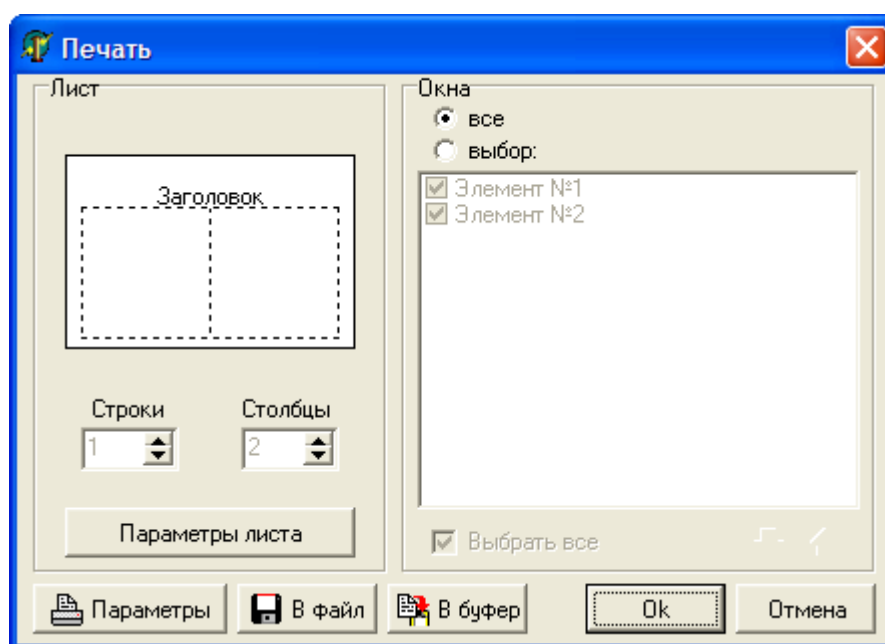

Рис. 22. Окно «Печать».
- кнопка «Печать» выводит окно «Печать» (см. рис. 22). В данном окне производятся настройки печати того сигнала, на панели управления которого была нажата кнопка «Печать». Окно «Печать» состоит из двух меню: «Параметры листа», «Окна» и четырех кнопок «Параметры», «Сохранить в файл», «Печать», «Отмена».
Меню **«Параметры листа»** отвечает за общий вид распечатанного листа, который предварительно отображается в данном меню (см. рис. 22). При активизации пунктов **«Заголовок»** и **«Поля»** на лист печати будут выведены соответственно информация о номере элемента, с которого была запущена печать и графики с полями. В пунктах **«Строки»**, **«Столбцы»** задается количество строк и столбцов, на которое будет разбит лист печати.
- для печати всех элементов в **«Окне выбора элементов»** необходимо выбрать пункт **«Все»** нажатием левой клавиши мыши. Лист печати автоматически будет разбит на столько строк и столбцов, сколько элементов в данном замере (в данном случае (см. рис. 22) лист печати будет разбит на два столбца, где, в левом столбце распечатается элемент №1, в правом – элемент №2.);